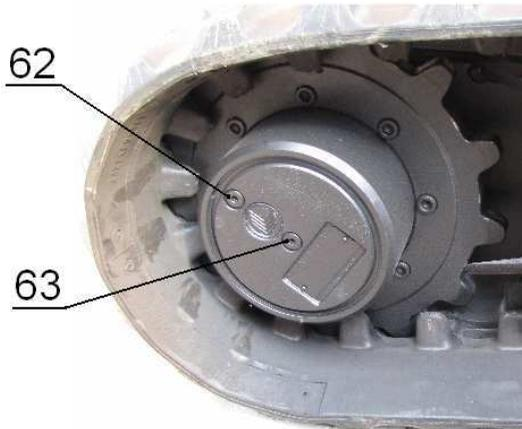

Abb. 27 – Untersetzungsgetriebe
- Den hydraulisch angetriebenen Motor mit den waagrecht ausgerichteten Schraubverschlüssen (62 und 63) stoppen (siehe Abb. 27).